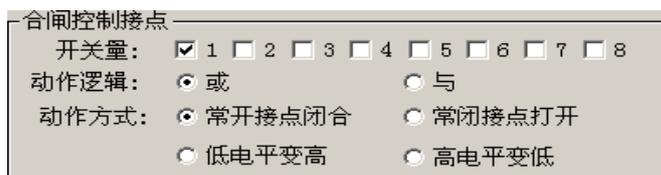

图 3.7-19
- 设置“合闸控制接点”，如图 3.7-19。
在图 3.7-19 中设置合闸控制接点输入测试仪的开关端口号、动作逻辑、动作方向。